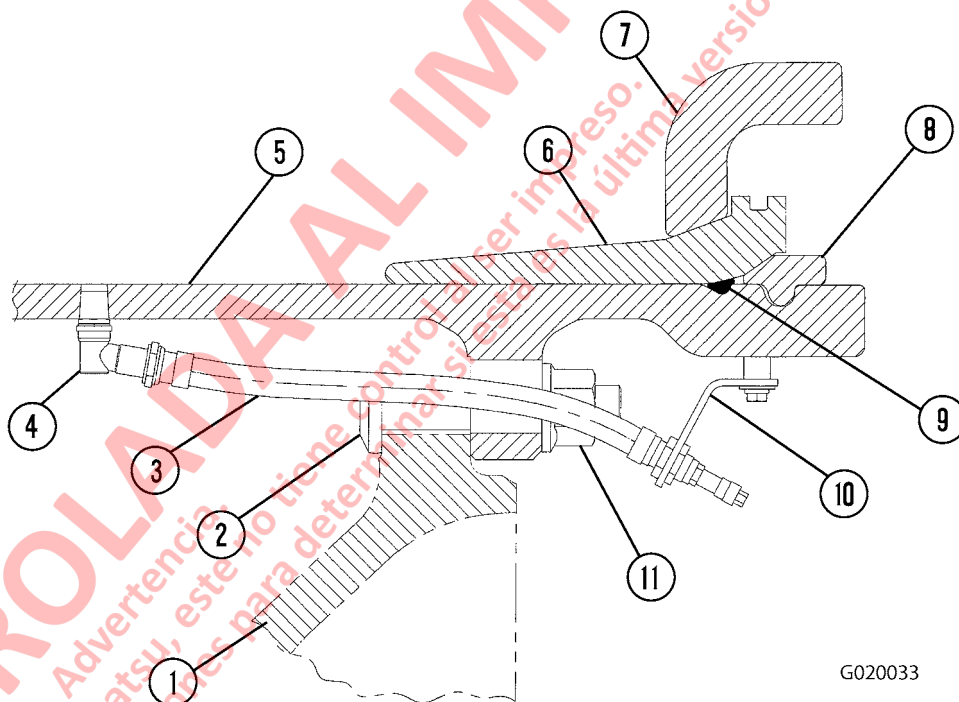

FIGURA 2-4. CONJUNTO DEL CUBO Y EL ARO DE LA RUEDA DELANTERA
6. Tome el conjunto del neumático y la rueda con un manipulador de neumáticos. Retire las tuercas (11, Figura 2-4) que aseguran el conjunto de la rueda.
1. Tome el conjunto de la rueda con el manipulador de neumáticos y alinee la manguera de inflado y el cubo de la rueda (1, Figura 2-4). Posicione el aro sobre los espárragos del cubo de la rueda.